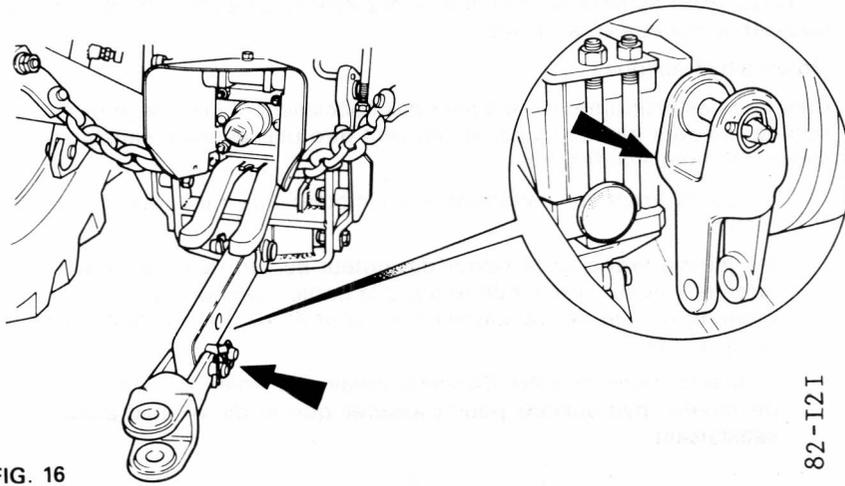

FIG. 16
- 2 – retirer la chape d'attelage de l'axe de stockage à l'arrière droit du pont arrière (fig. 16)